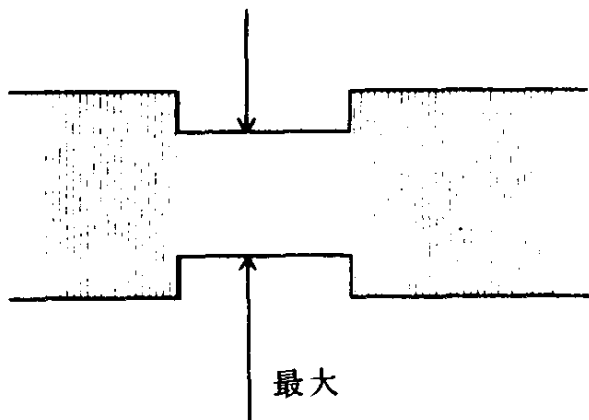

图 2-9
- 3. 重放F6-N测试带，调节 X值调整螺母 D，使CH1通道的PB FM 信号最大。(参阅图2-9。)